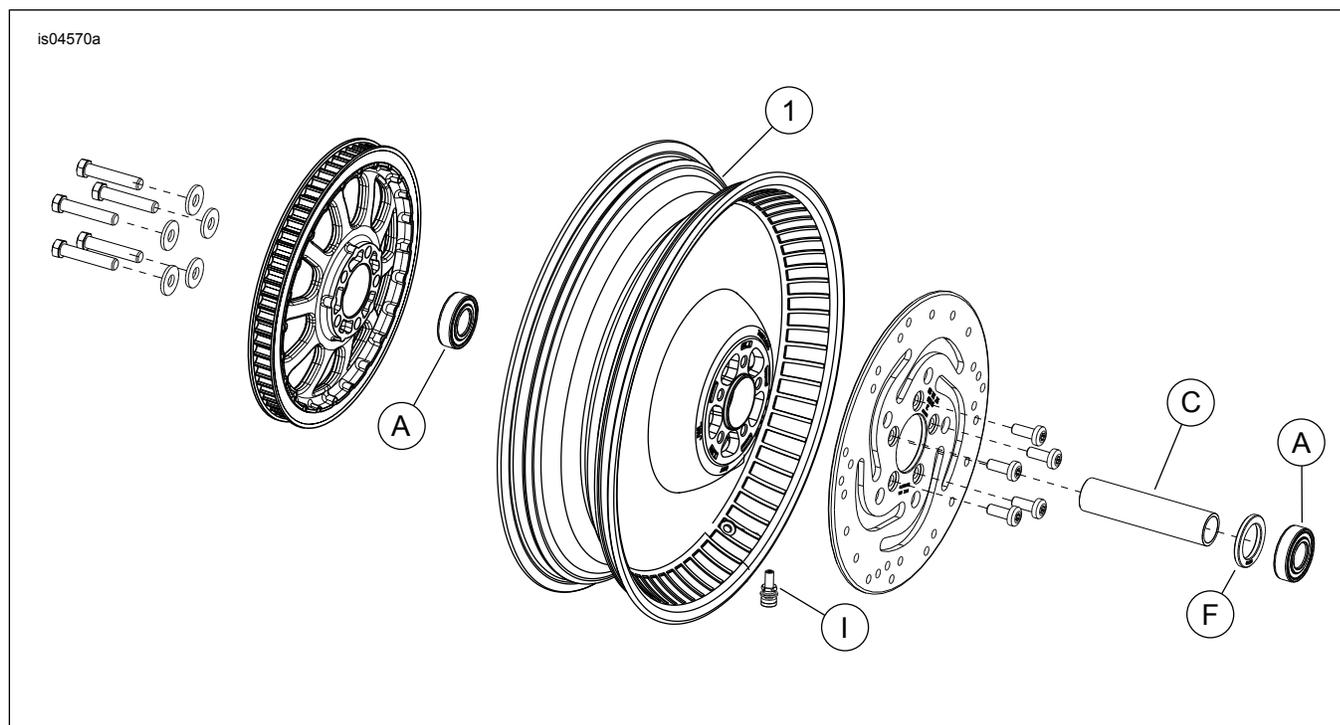

Figura 1. Parti di ricambio: Ruote posteriori Deuce
Vedere Figura 1 e le tabelle delle parti di ricambio.
2. Vedere Figura 1. Installare il gruppo dello stelo della valvola (I) sulla ruota. Vedere PNEUMATICI nel manuale di manutenzione.